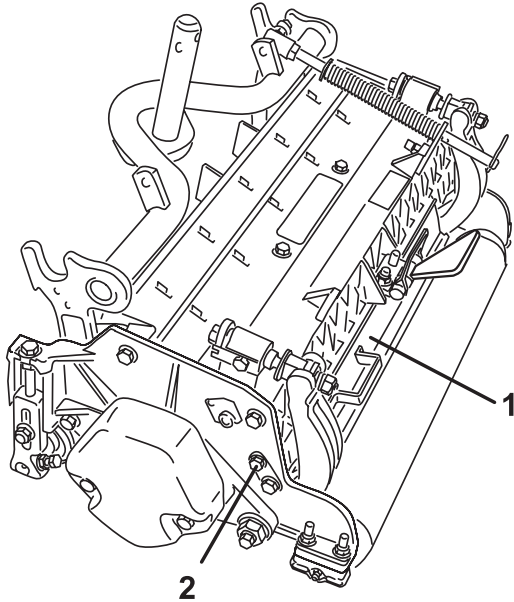

Bild 3
1. Lösen Sie zum Öffnen des hinteren Ablenkblechs (Bild 3) die Kopfschrauben, mit denen das Ablenkblech an der linken Seitenplatte befestigt ist, drehen Sie das Ablenkblech in die geöffnete Stellung und ziehen Sie die Kopfschrauben fest.